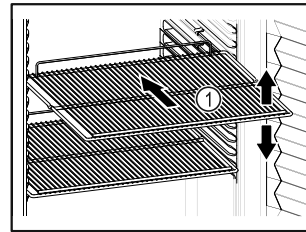

Fig. 61 Immagine a titolo di esempio
- Se è possibile spostare i ripiani Fig. 61 (1), regolarli in altezza.